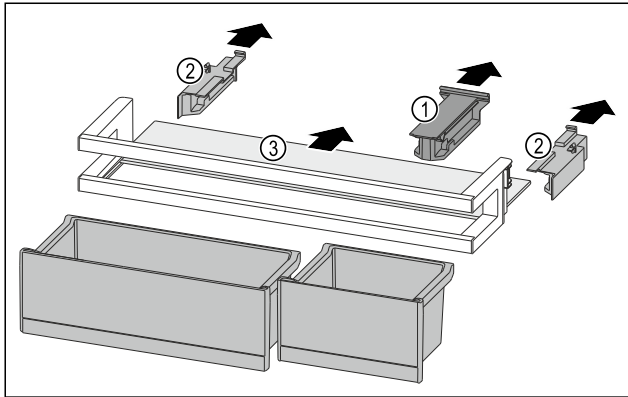

Fig. 193
- ▶ Bevestigingsdeel Fig. 193 (1) wegtrekken.
- ▶ Zijdelen Fig. 193 (2) wegtrekken.
- ▶ Draagplateau Fig. 193 (3) verwijderen.